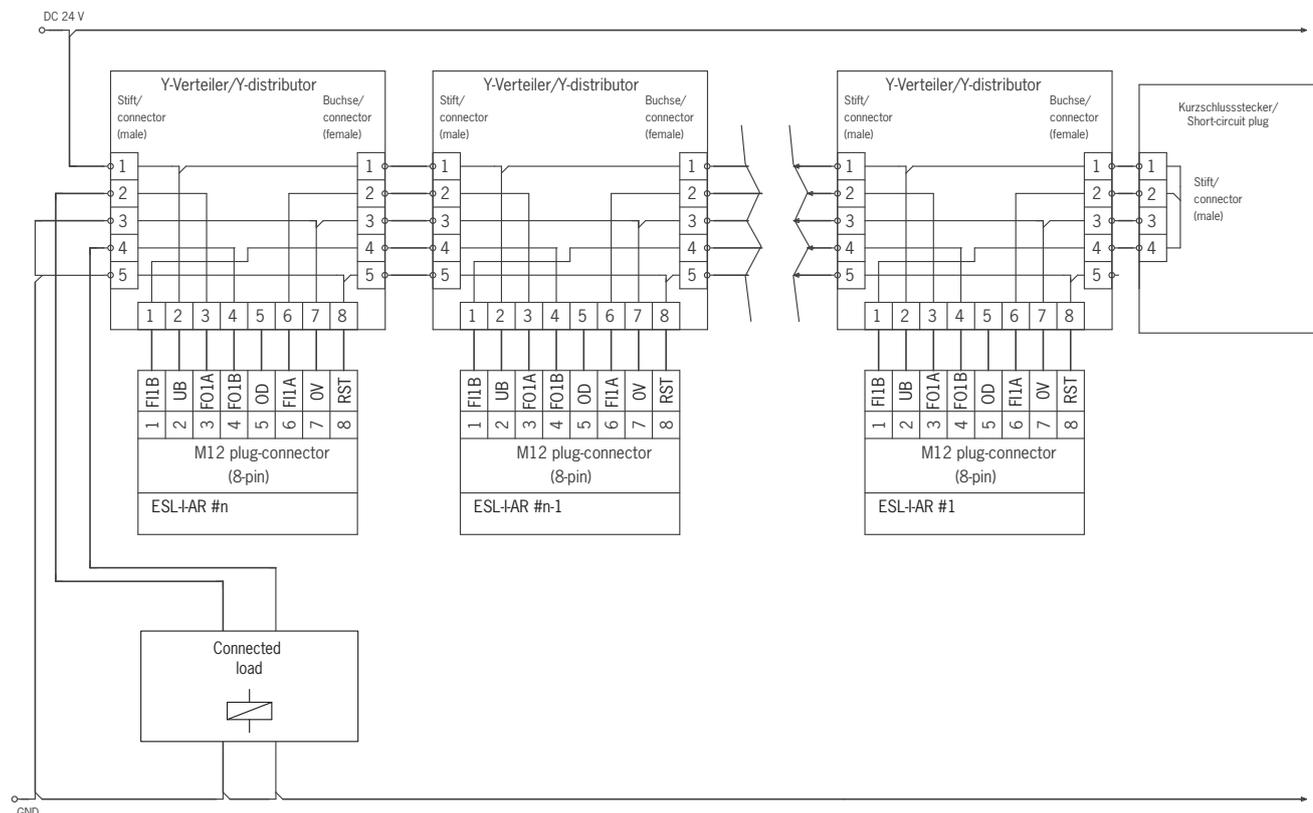

Figura 4: Ejemplo de conexión en serie de varios ESL-AR
- Debe utilizarse una señal común para todos los interruptores de la cadena. Puede tratarse de un conmutador, pero también se puede utilizar la salida de un sistema de control. No deben utilizarse pulsadores, ya que el reinicio siempre debe estar en GND durante el funcionamiento (véase el interruptor S1 en la *Figura 4 en la página 17*).
Para que esto sea posible, la entrada RST debe conectarse como se muestra en la *Figura 4 en la página 17*.